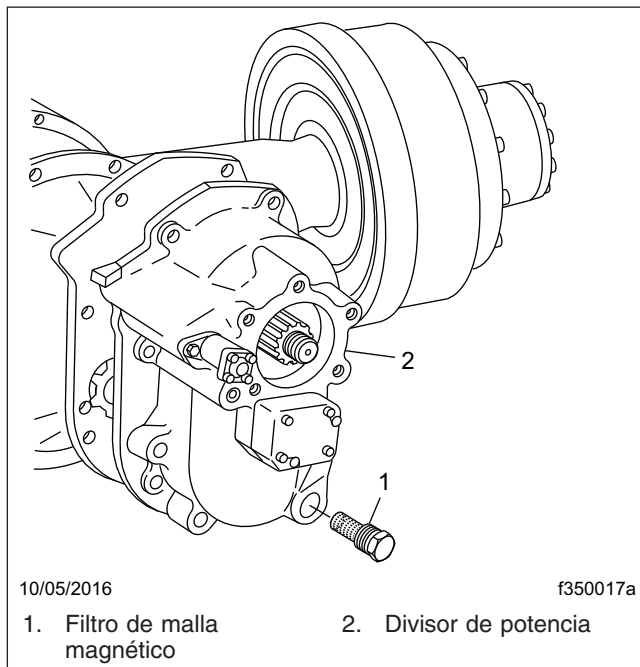

Figura 8, Filtro de malla magnético para ejes motores en tándem Dana Spicer
4. En cada cambio de aceite del eje, retire y limpie el filtro de malla magnético, si así está equipado. Vea la **Figura 8**.